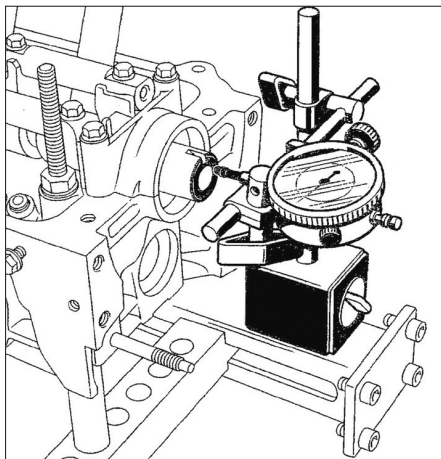

Fig. 56
- Vérifier le jeu axial de l'arbre à cames et la rotation libre de l'arbre à cames (Fig.56).